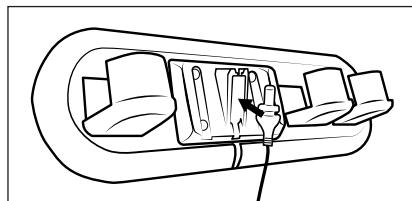

Fig. 4
- 1) Desmonte el soporte mural 17 del soporte para accesorios 16. Inserte el conector coaxial 10 del adaptador de red 9 en el soporte mural 17 de la manera indicada en la siguiente figura. Gire el conector coaxial 10 para fijarlo (consulte la fig. 4).